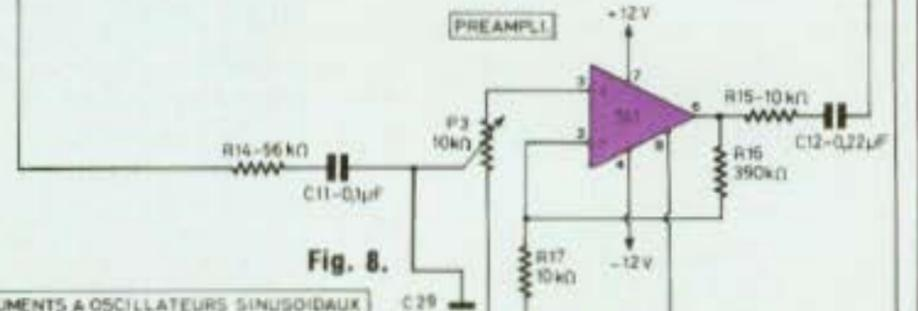

Fig. 8.
c) Le préamplificateur de sortie (fig. 8)